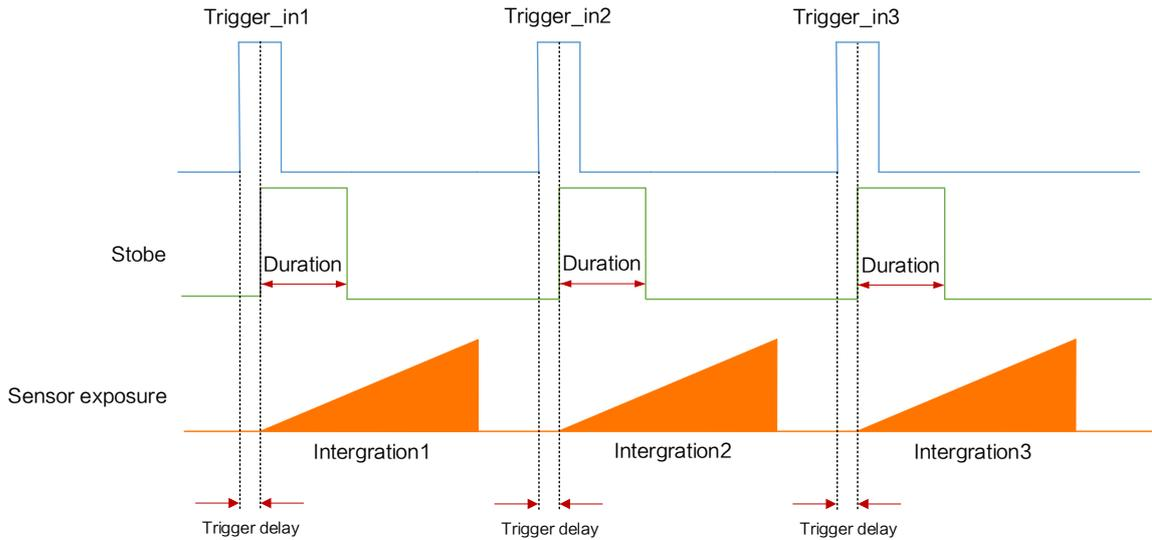

图8-26 Strobe 持续时间时序
- 当 *Strobe Line Duration* 值为非 0 时，*Strobe* 高电平延续时间等于 *Strobe Line Duration* 值，时序如图 8-26 所示。